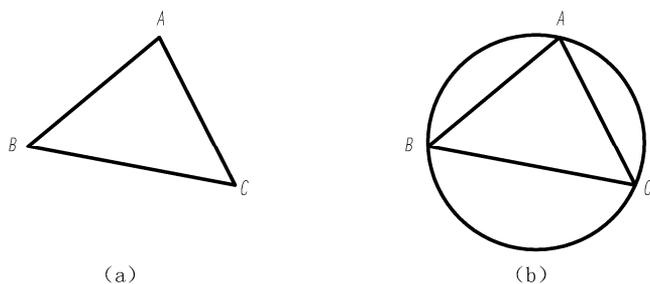

图 1-39 利用覆盖捕捉绘制三角形外接圆
**【例 1-3】** 作如图 1-39 (a) 所示三角形的外接圆。
通过以上的操作,用户即可绘制出如图 1-39 (b) 所示的三角形的外接圆。